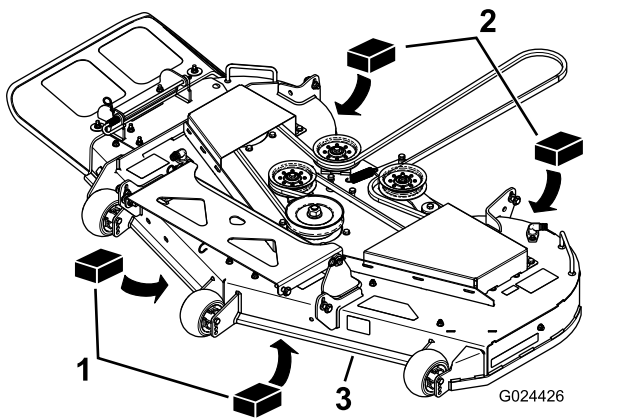

Bild 71
- Legen Sie zwei 6,6 cm dicke Blöcke an jeder Seite unter die vordere Kante des Mähwerks, jedoch nicht unter die Halterungen der Antiskalpierrollen (Bild 71).
- Legen Sie zwei 7,3 cm dicke Blöcke unter die hintere Kante des Mähwerks, ein Block an jeder Seite des Mähwerks (Bild 71).